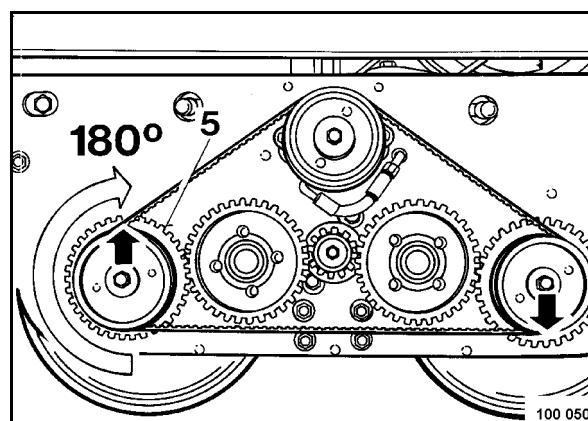

Рис. 76
- Провернуть вибровал 5 (Рис. 76) вверх точно на 180° и в этом положении установить новый зубчатый ремень.